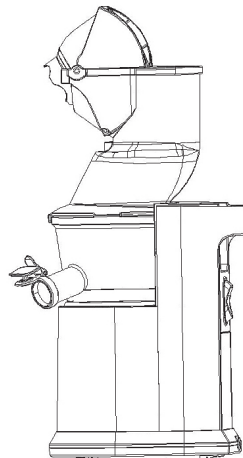

Fig. 5
b. Tournez le distributeur dans le sens horaire de sorte que le couvercle se verrouille (la flèche sur le distributeur est en ligne avec l'écriture CLOSED sur le corps. (Figure 5)